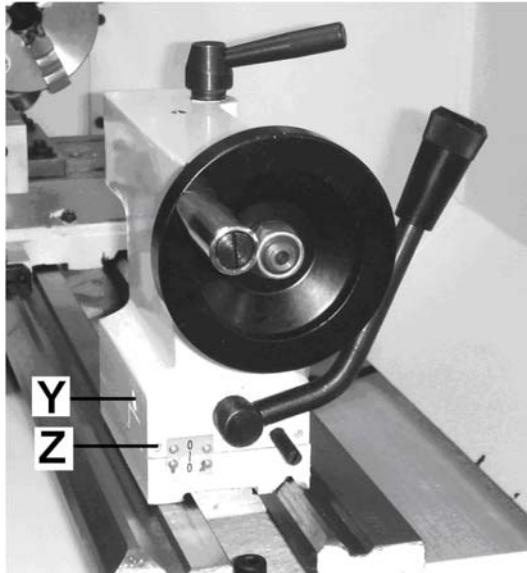

Abb. 8-3: Kegeldrehen zwischen Spalten
Für das Kegeldrehen den Reitstock verstetigen. Die Klemmschrauben (Z, Abb. 8-3) lösen und den Einstellvorgang mithilfe der Schrauben (Y) vornehmen.